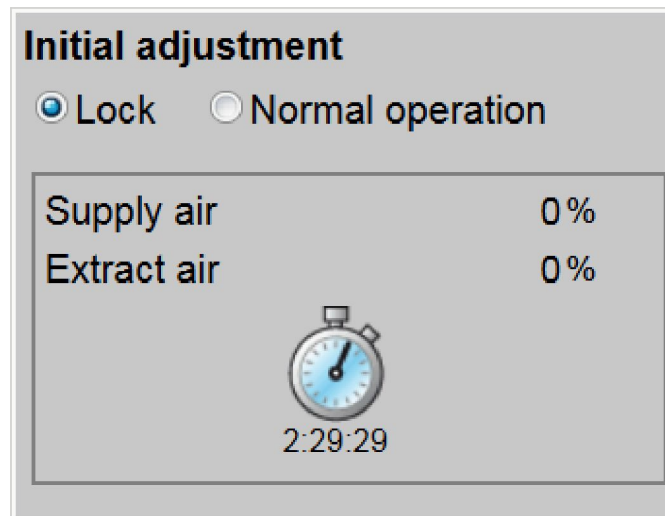

Рис. 31: Настройка периода блокировки
- ⇒ При выборе «Заблокировать» экран отображается в виде Рис. 31.